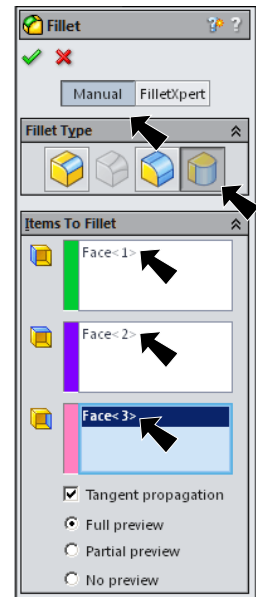

Fig. 17
select **Manual**, Fig. 17
**Center Face Set**  box, Fig. 17